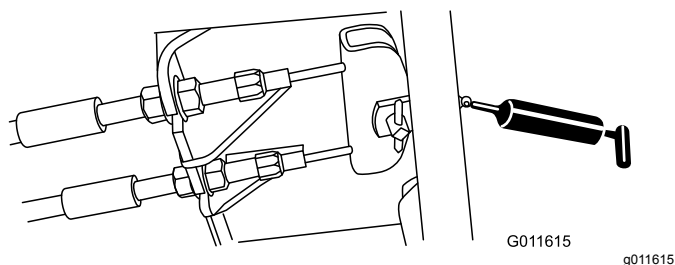

Figura 65
- Pedal do travão (1) – Figura 65